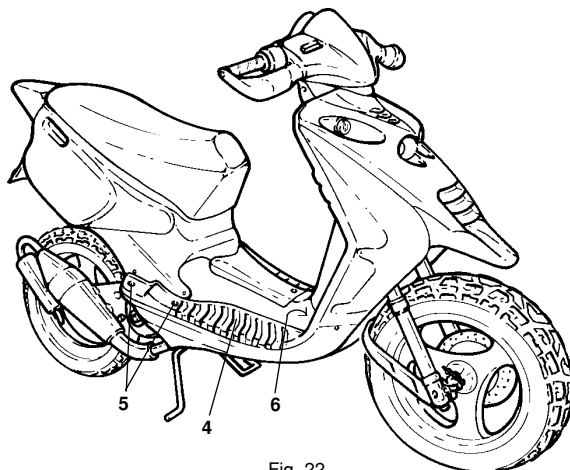

Fig. 22
- Per rimuovere la pedana (4 - Fig. 22), svitare le viti (5 - Fig. 22) da ambo i lati del veicolo.
- Rimuovere (da ambo i lati) le viti (6 - Fig. 22) che sono posizionate sotto al paragambe.
- Remove the bolts from each side of the vehicle (5 - Fig. 22).
- Remove the screws (6 - Fig. 22) positioned under the inner front panel from each side of the vehicle.